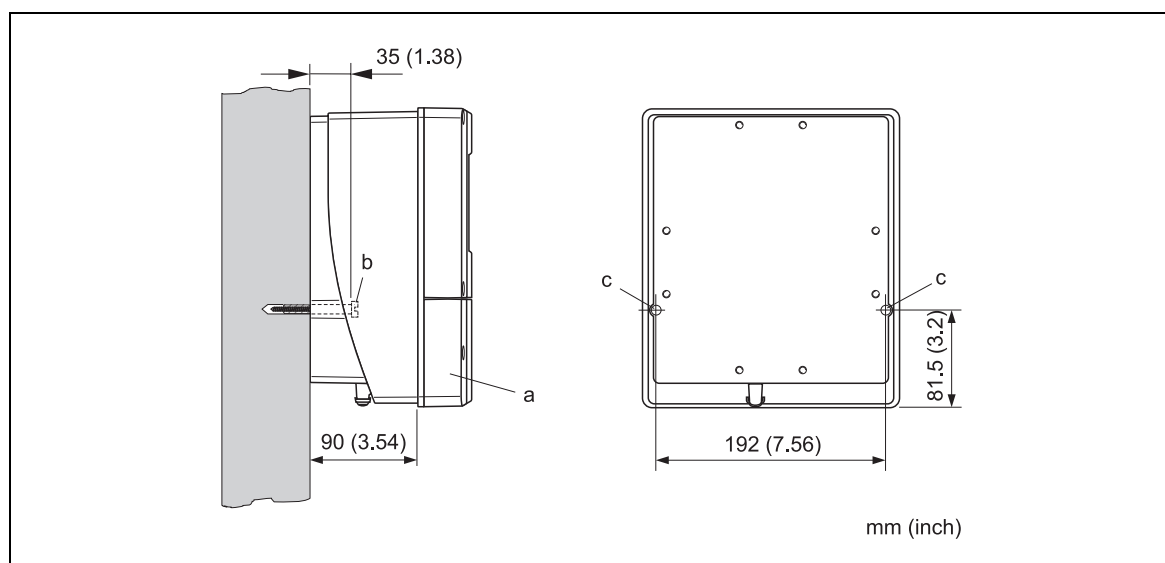

Рис. 12: Монтаж непосредственно на стене
1. Просверлите отверстия согласно схеме на рис. 12.